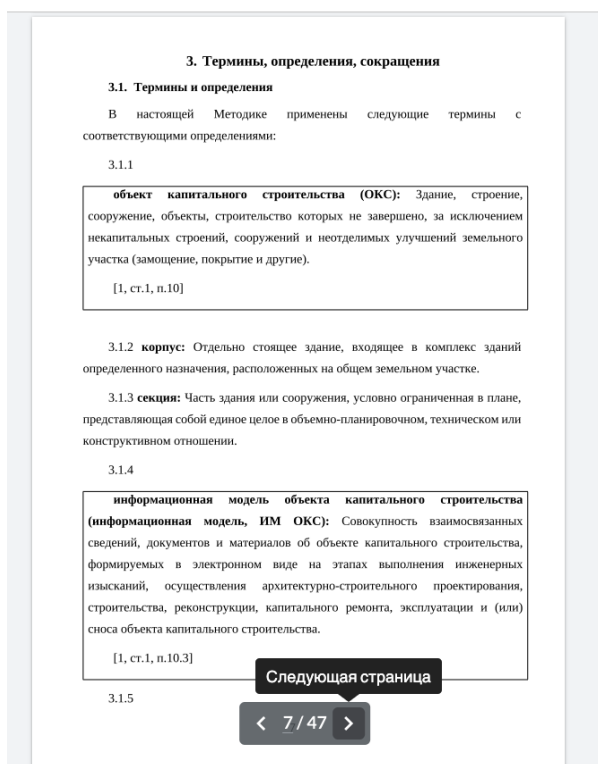

Рисунок 30. Переключатель.
- 2) Для удобства просмотра при наведении курсора на нумерацию страницы предусмотрен переключатель (Рисунок 30).